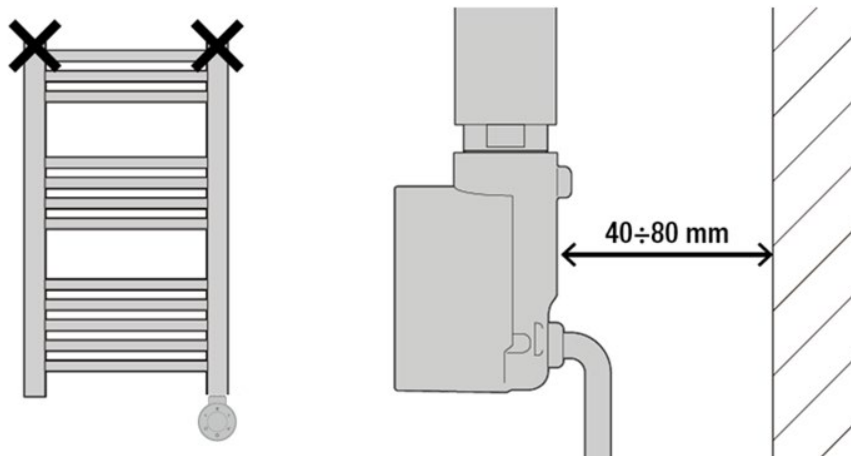

Abbildung 5 Position des RIO-Reglers
- Der RIO-Regler muss in einem Abstand von mindestens 40 mm und höchstens 80 mm von der Wand installiert werden. Die Abbildung 5 zeigt die optimale Position des RIO-Reglers.
eingebaut werden kann (Abbildung 5).